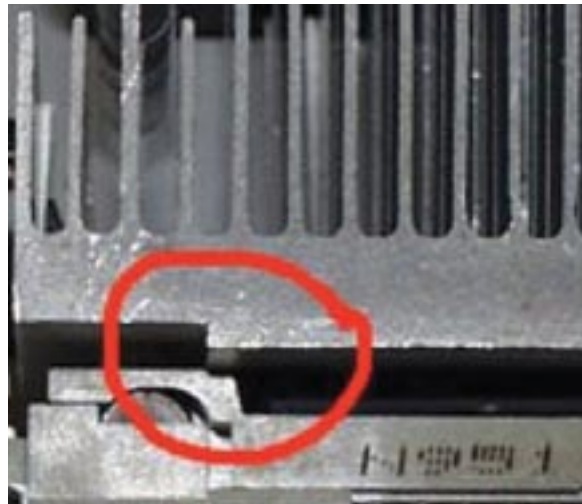

Figura I4. Asegúrese de que el disipador de calor se apoya adecuadamente sobre el procesador.
14. La figura I4 muestra la FORMA INCORRECTA de colocar el disipador de calor. Observe cómo el área inferior de la zona escalonada del disipador de calor de aluminio, está apoyada en el extremo superior del socket, en lugar de apoyarse en plano sobre el procesador. Si el disipador térmico no está completamente en contacto con la superficie del procesador, este no podrá realizar su función adecuadamente y esto podría causar **EL SOBRECALENTAMIENTO Y FALLO DEL PROCESADOR**. Asegúrese de que la superficie del disipador de calor no esté en contacto con ninguna parte del socket.